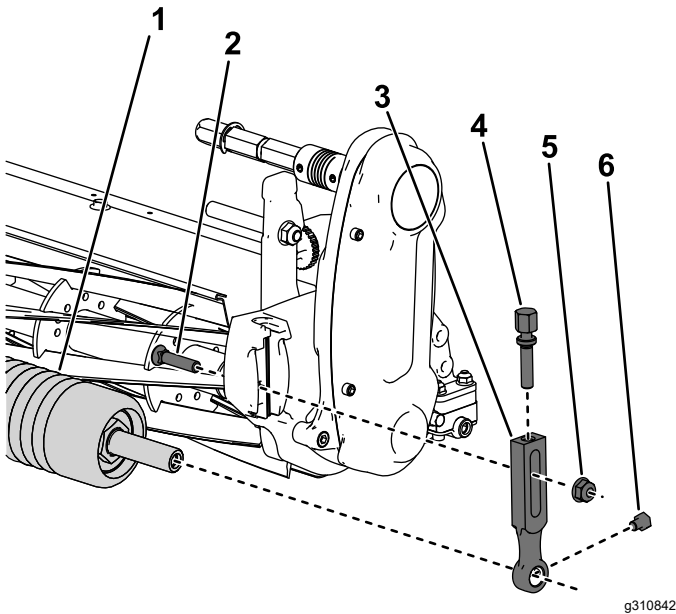

Рисунок 3
1. Зніміть лемішний болт, шайбу та гайку з фланцем, якими кріпиться один із важелів регулювання висоти зрізу до бічної пластини різального блока (Рисунок 3).